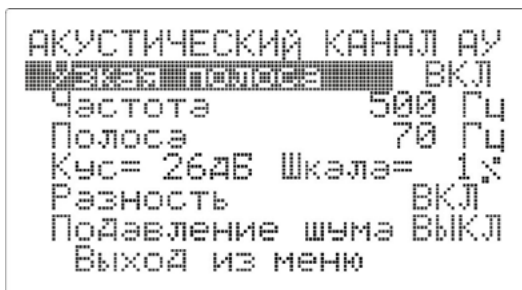

Рисунок 10 – Строка меню «Узкая полоса»
4.8.2.2. Строка меню «Узкая полоса» в режиме «ВКЛ» (Рис. 10).